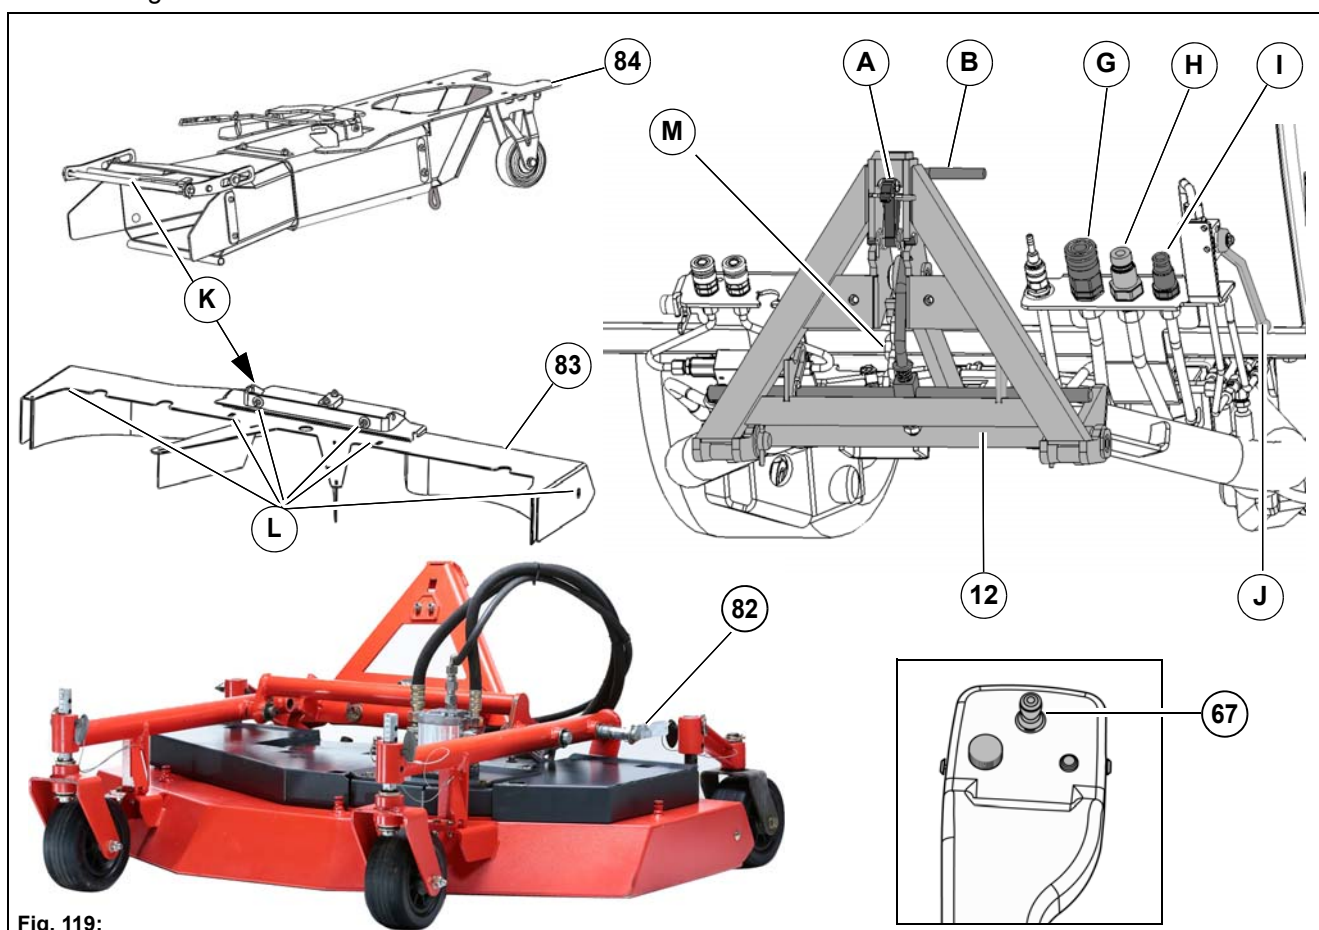

Fig. 119:
3. Monter le système d'aspiration **Fig. 119-83** avec six boulons à tête bombée **Fig. 119-L** sur la tondeuse à gazon **Fig. 119-82**.
4. Déverrouiller le crochet de fixation **Fig. 119-A** et la barre de fixation **Fig. 119-B** sur le porte-outils avant.
8. **Fermer la soupape Fig. 119-J pour le système de levage de l'orifice d'aspiration !**
9. Verrouiller la tubulure d'aspiration **Fig. 119-84** sur le système d'aspiration avec la barre **Fig. 119-K**.
- Moteurs hydrauliques dispositif de coupe, retour = **Fig. 119-G**
- Moteurs hydrauliques dispositif de coupe, arrivée = **Fig. 119-H**
- Conduite d'huile de fuite = **Fig. 119-I**